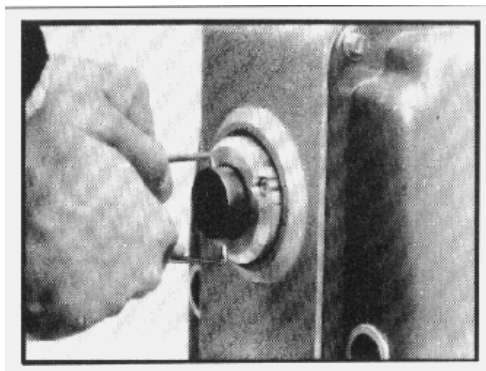

Рис.8.
- c. Удалите нарезную шпильку, потянув за держатель (рис.8).